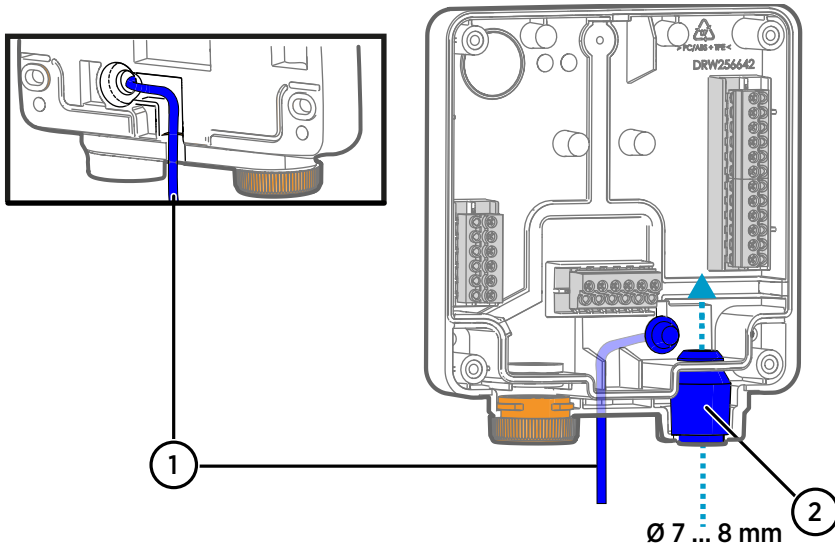

Figura 11 Opciones de cableado de Indigo200
- c. Coloque el cable dentro de la ranura en la parte posterior del transmisor tal como se muestra en Figura 11 \(página 32\) y conecte la descarga de presión según sea necesario.